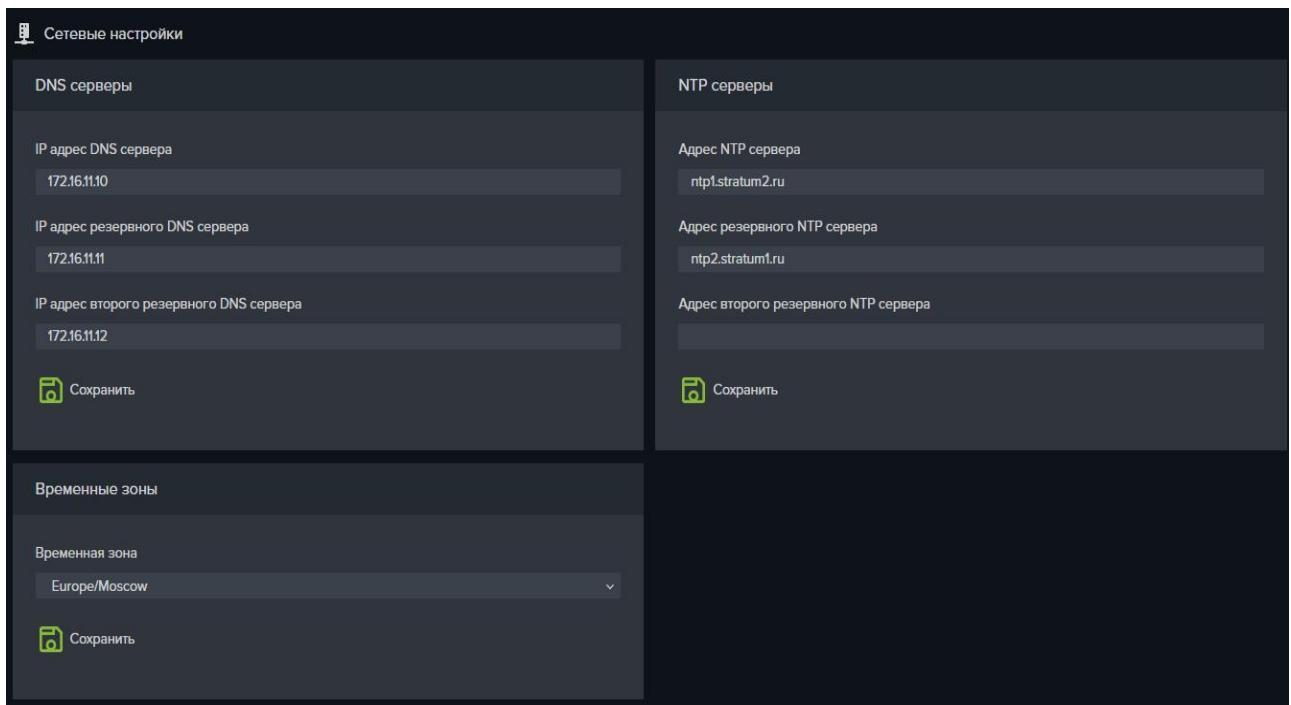

Рисунок 25 – Настройки DNS и NTP серверов
1. Перейдите на вкладку меню «Настройки» → «Сетевые настройки» (см. Рисунок 25).